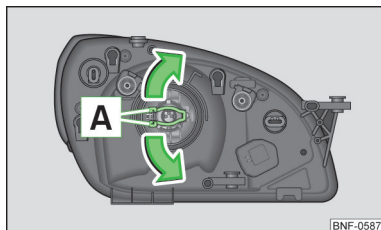

Fig. 129
- Apăsăți etrierul de siguranță **A** » fig. 129 înspre far și desprindeți-l apoi în sensul săgeților.